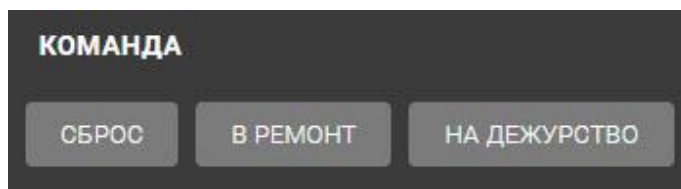

Рисунок 21 – Пример раздела «Команда» для ИПР
– **Команда:** здесь представлены все доступные команды для этого элемента (Рис. 21). Обычно это команды «Сброс», «В ремонт» (временное отключение) и «На дежурство» (включение устройства). Для областей также доступны несколько команд, связанных с работой АСПТ, например «Старт эвакуации», «Срочное тушение», «Останов эвакуации», «Отмена тушения», «Поставить на охрану» (отключение автоматики), «Блокировать», «Разблокировать» и «Continue».